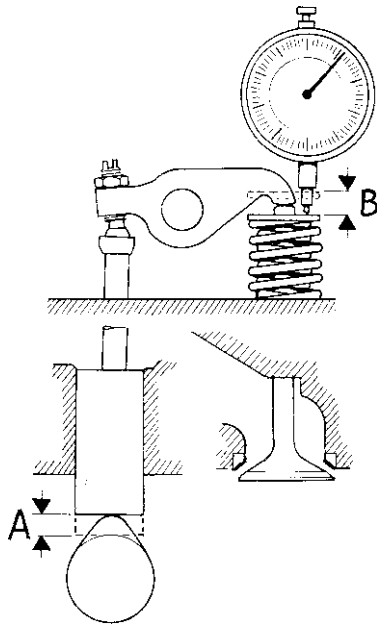

Fig. 81. Kontroll av lyfthöjd
En uppfattning om kamslitaget kan erhållas med kamaxeln monterad genom att dra runt motorn för hand och mäta ventillyftet med en indikatorklocka enl. fig. 81. Obs! Ventilspellet skall vara ± 0 mm.
2. Placera en indikatorklocka med mätspetsen mot övre ventiltjäderbrickan, se fig. 81. Montera klockan med ca 5 mm förspänning.